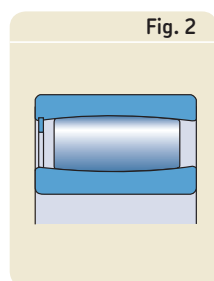

Fig. 2 CARB toroidfullrullager
För större lager blir avdragskrafterna stora. I sådana fall bör en hydraulisk avdragare (→ **fig. 2**) eller SKF:s tryckoljemetod användas.
- som fullrullager (→ **fig. 2**).